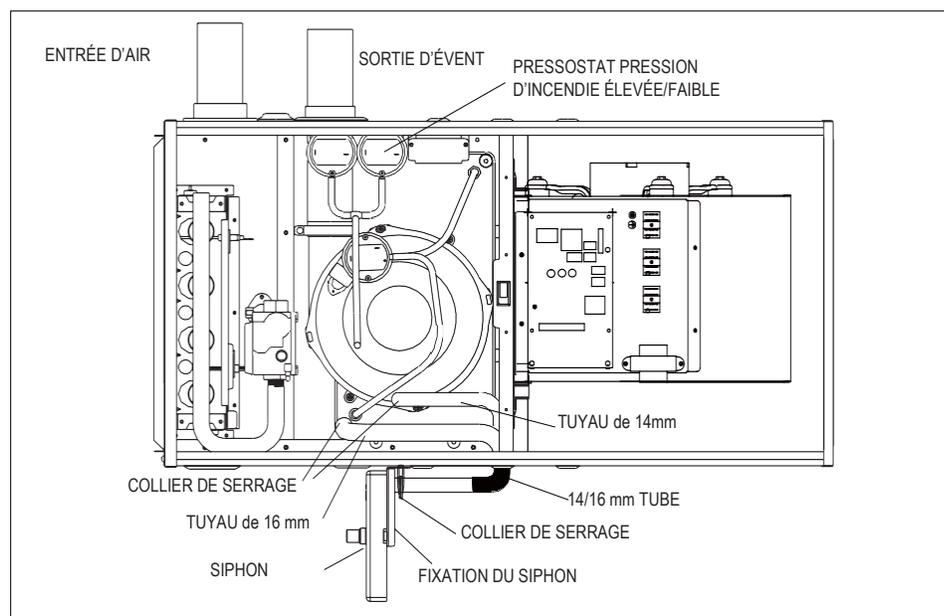
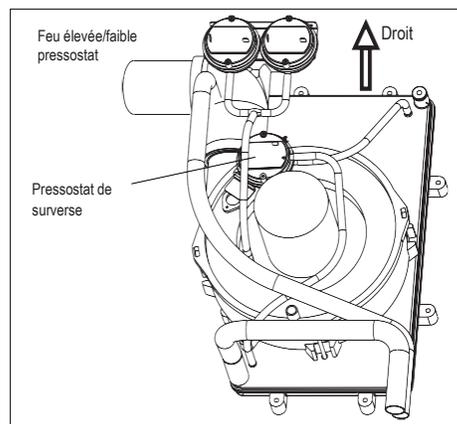

Fig. 15 - installation horizontale du côté gauche, ventilation par le panneau latéral
Fig. 16 - Position du pressostat
2. Évacuation de l'air vers la gauche et ventilation par le panneau supérieur de la chaudière (voir Fig. 16)
3. Évacuation de l'air vers la gauche et ventilation par le panneau latéral de la chaudière (voir Fig. 15 et Fig. 16)
Dans cette installation, les flexibles reliant les orifices du pressostat de protection contre une surverse (interrupteur de surverse) et les languettes de pression sur le boîtier collecteur **DOIVENT** être commutés. L'interrupteur de surverse comporte deux orifices, ce qui est différent des deux autres pressostats normaux qui n'ont qu'un seul orifice. S'assurer que le port noir (positif) est connecté à la prise de position inférieure du boîtier du collecteur des condensats et que le port gris (négatif) est connecté à la prise supérieure du boîtier des condensats. Un branchement incorrect ne protège pas la surverse de condensats. (Voir Fig. 16)